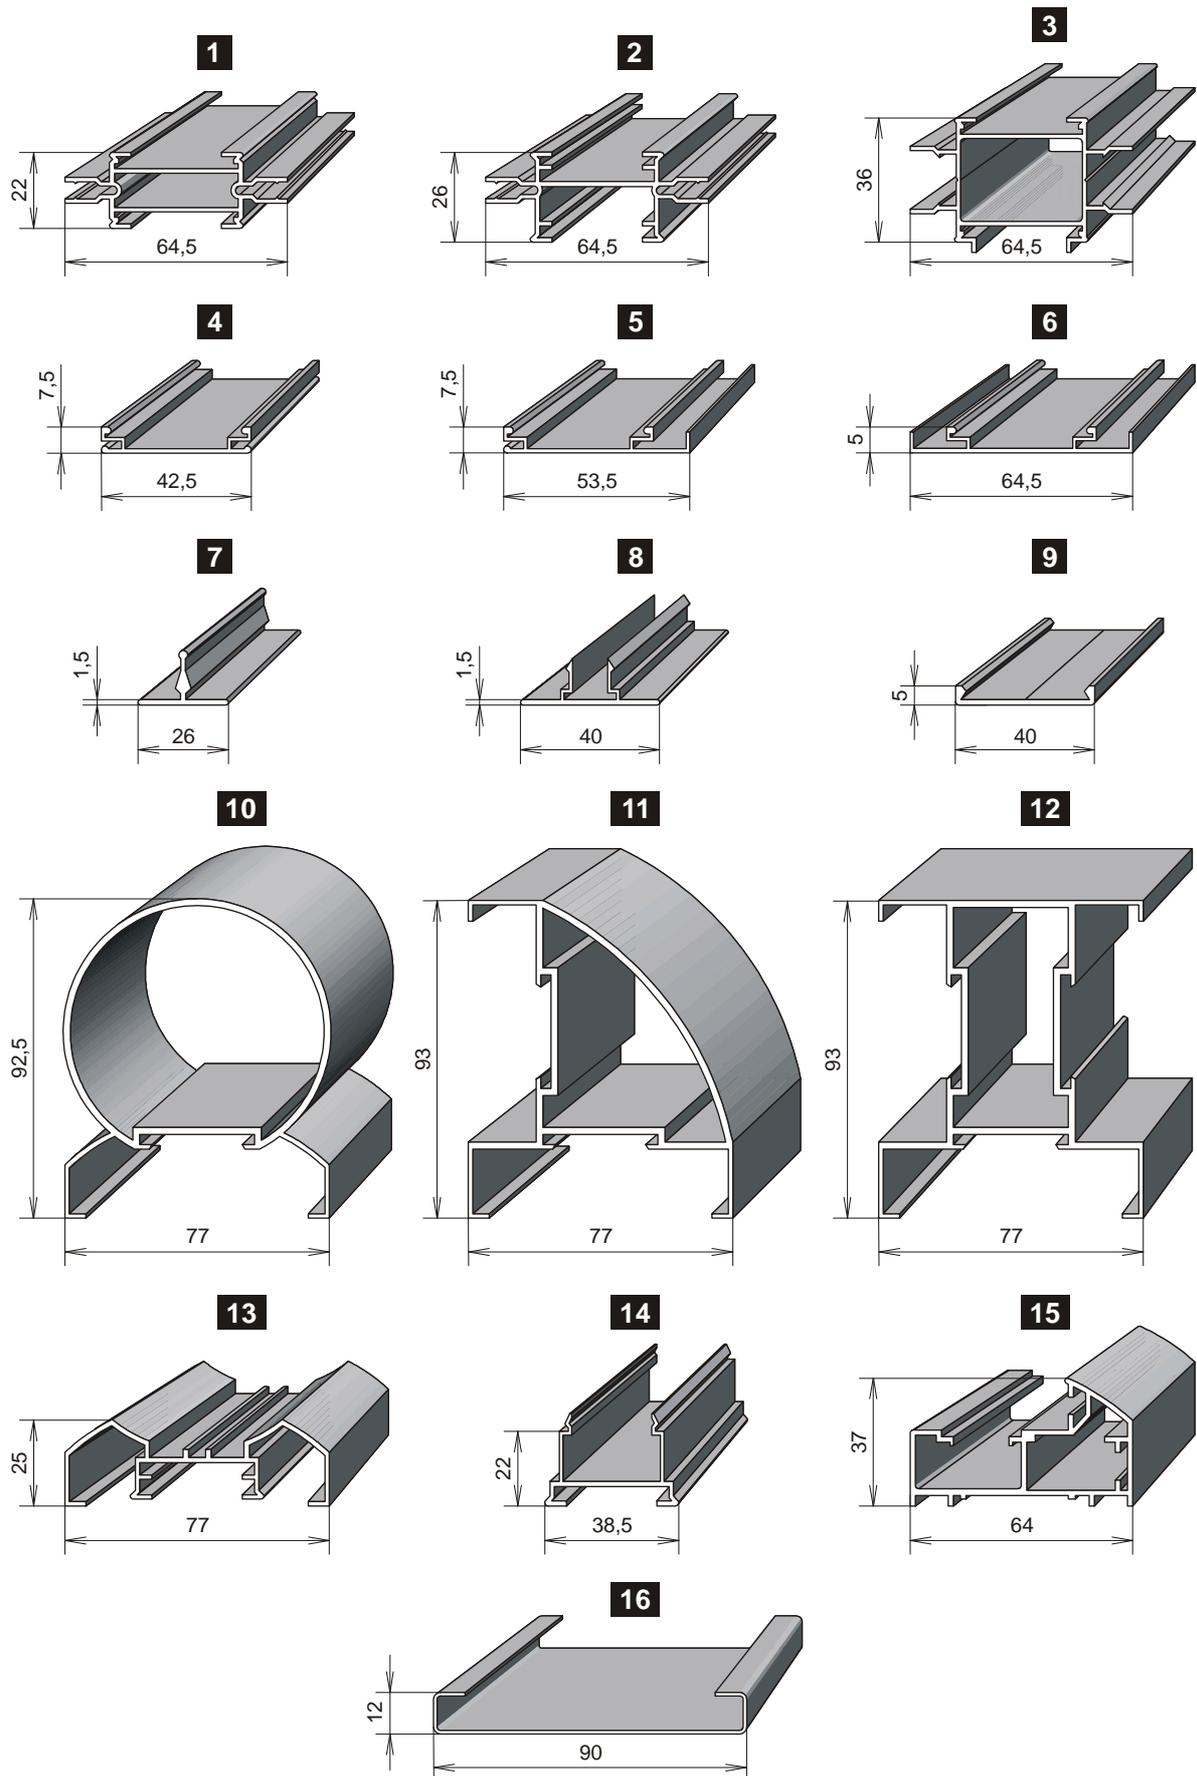

Рис.1
- реализовывать в помещениях планировочные решения различной степени сложности, возводить конструкции толщиной 68 мм (74 мм с планкой **Поз.12 Рис.1**) и рекомендуемой высотой:
а) до 2,7 м для секций без поперечин и 3,0 м для секций с поперечиной при использовании стойки **Поз.1 Рис.1**;
б) до 3,2 м для секций без поперечин и 3,5 м для секций с поперечиной при использовании стойки **Поз.3 Рис.1**;
Система перегородки состоит из профилей Поз. 1-16 (см. Рис.1)